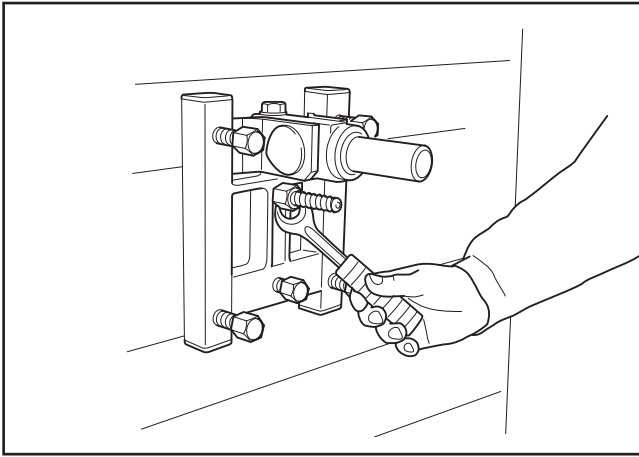

Fig. 11
1. Praticare un foro (15 mm) nella parete e inserire il bullone a espansione. Avvitare la piattaforma GB 50 AT con la chiave da 24 mm (fig. 11).
1. Ein Loch (15 mm) in die Wand bohren und die Spreizschraube einschrauben. Sohlenplatte GB 50 AT mit dem 24-mm-Schraubenschlüssel festschrauben (Abb. 11).
1. Percer un trou (15 mm) dans le mur et enfoncer le boulon d'expansion. Visser le piétement GB 50 AT à l'aide d'une clé de 24 mm (Fig. 11).
1. Boor een gat (15 mm) in de wand en sla de rekbout daar in. Schroef de bodemplaat GB 50 AT vast, gebruik een 24 mm sleutel (Fig. 11).